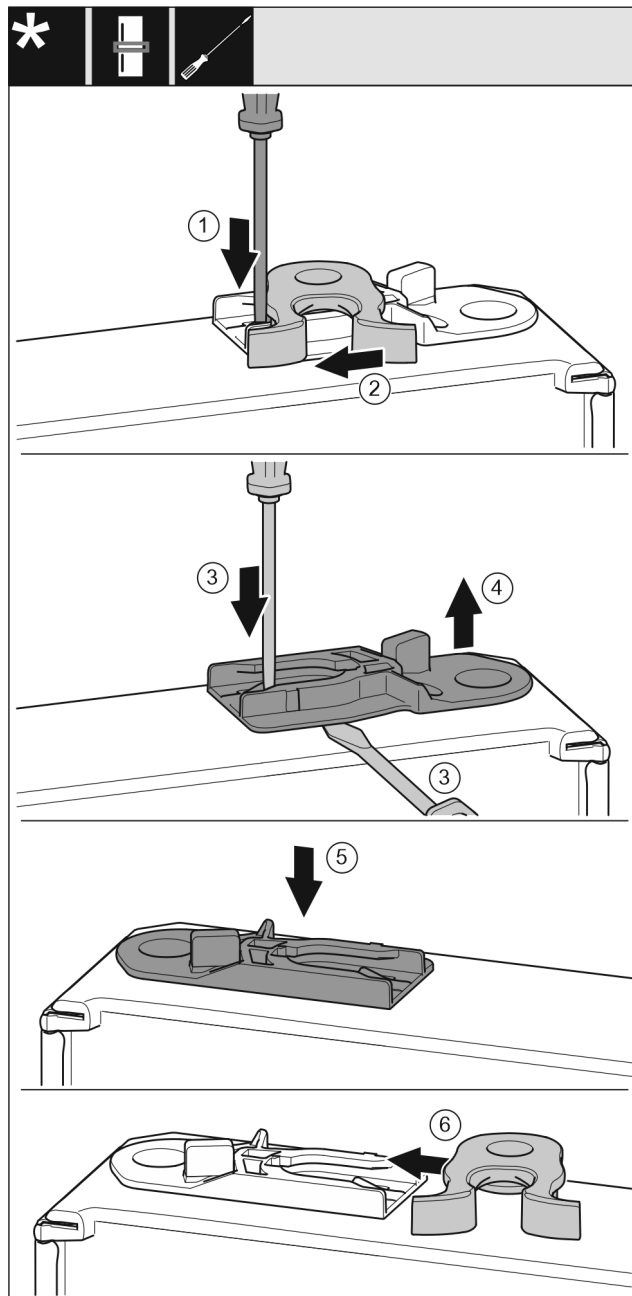

Fig. 20
- Πιέστε το αυτάκι Fig. 20 (1) με ίσιο κατσαβίδι προς τα κάτω.
- Τραβήξτε το άγκιστρο κλεισίματος Fig. 20 (2) από τον οδηγό.
- Τραβήξτε έξω την υποδοχή-οδηγό Fig. 20 (3, 4): Πιέστε το αυτάκι με ίσιο κατσαβίδι και ταυτόχρονα περάστε το ίσιο κατσαβίδι κάτω από την υποδοχή-οδηγό.
- Ωθήστε την υποδοχή-οδηγό Fig. 20 (5) που έχετε παραλάβει στην άλλη πλευρά του περιβλήματος. Συσκευές χωρίς σούστα:
- Ωθήστε το άγκιστρο κλεισίματος Fig. 20 (6) στον οδηγό.